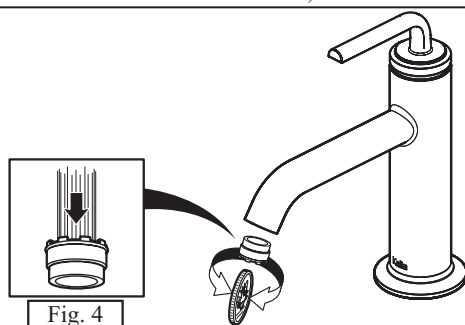

Fig. 4
- Unscrew the aerator using a coin and rinse the aerator (fig. 4).
- Dévisser l'aérateur à l'aide d'une pièce de monnaie et rincer l'aérateur (fig. 4).